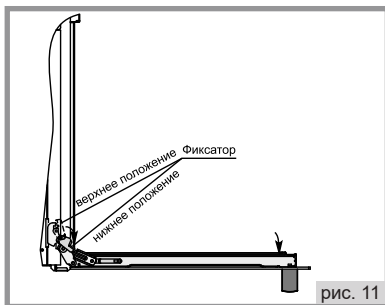

рис. 11
2. Повернуть фиксатор шарнира в крайнее нижнее положение см. рис. 11;